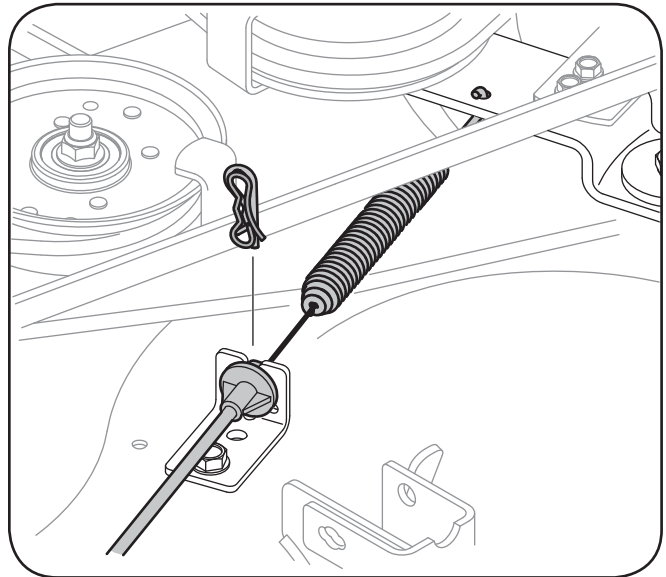

Figure 7-5
11. Écartez le câble de la prise de force de l'arrière du plateau de coupe en retirant la goupille-épingle qui le retient. Retirez le ressort du support de la poulie de tension du plateau de coupe. Voir la Figure 7-5.